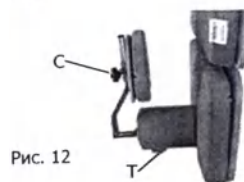

Рис. 12
11) Регулировка упора для таза по высоте (при наличии) (рис.12)